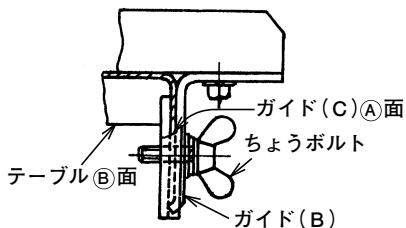
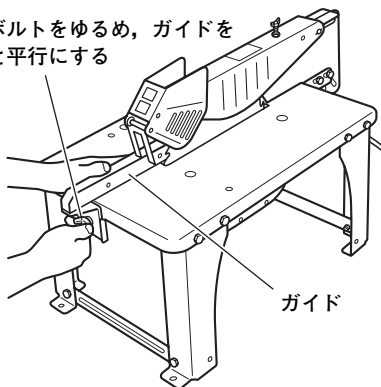

図 9
図 10
- (1) ガイドはテーブル前面にちょうボルトで取付けますが、この場合図 9 のような要領で行ないますと、取付けの固定が確実にできます。
- (2) 図 9 のボルトをゆるめ、ガイドとのこ刃が平行になるよう調整してください。(図 10)